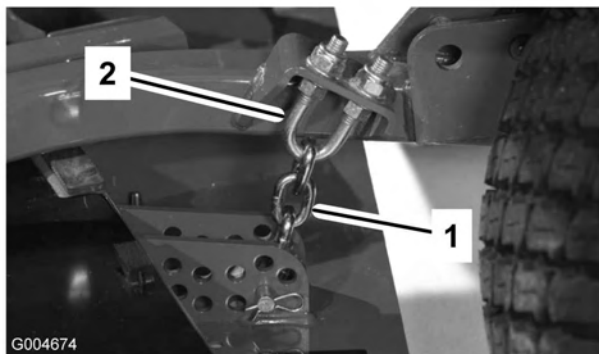

Figura 82
1. Desaperte as porcas de retenção na zona superior ou inferior da cavilha em U da correia da altura de corte (Figura 82).